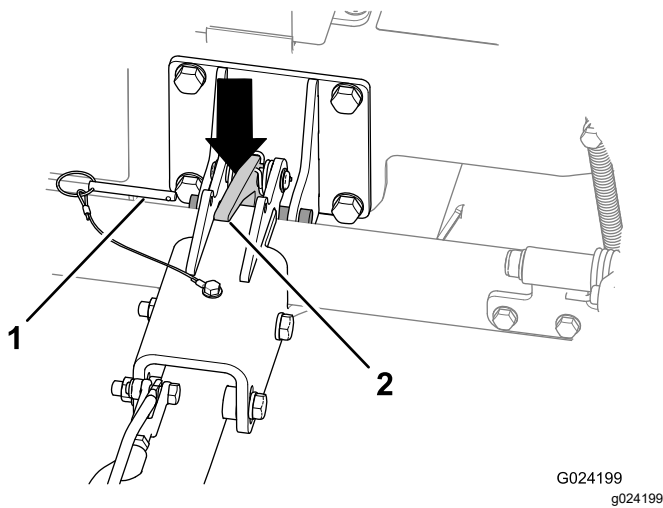

Figure 22
2. Retirez la goupille de verrouillage (Figure 22).
4. Appuyez sur le verrou d'attelage pour le déverrouiller (Figure 22).